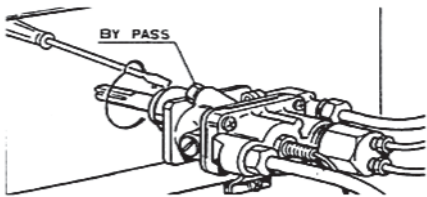

Рисунок 20
- Найдите регулировочный винт терморегулятора или крана (смотрите рис. 20).